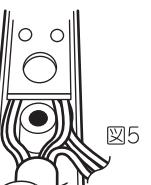

図5
- 突起と基板にリード線をはさまないようリード線を突起物の両側に通します。スリーブが基板の下側にあることを確認します。(図5)